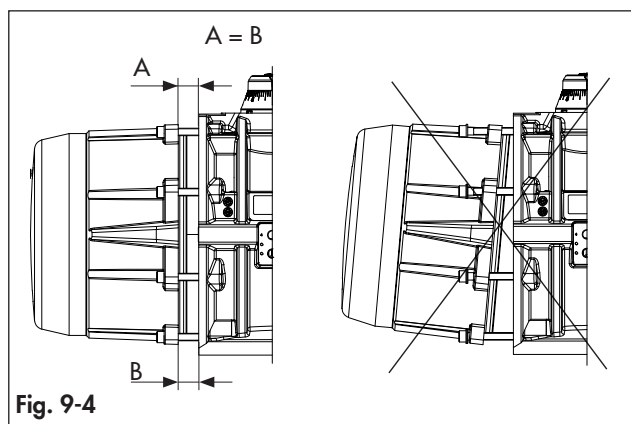
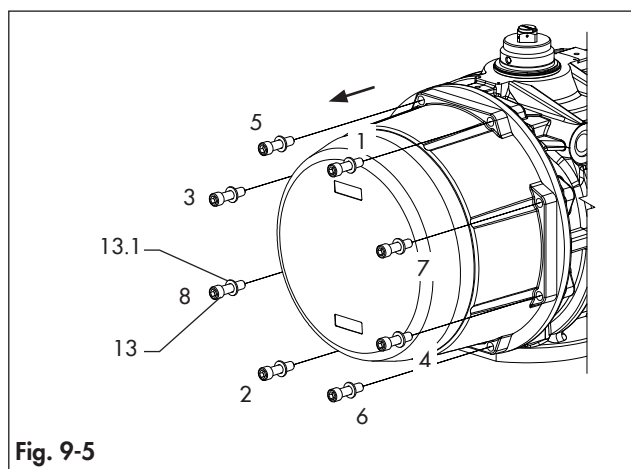
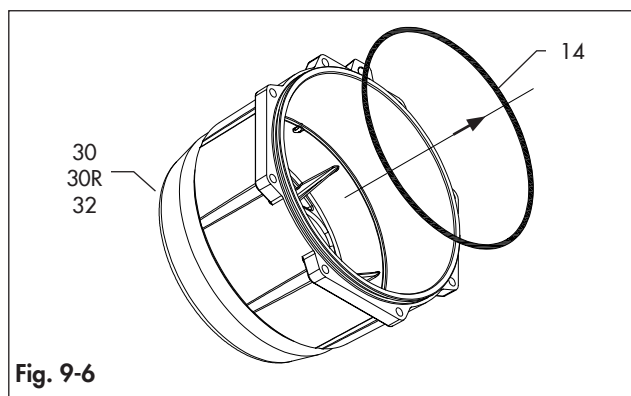

Fig. 9-4
Fig. 9-5
Fig. 9-6
Voir Fig. 9-1, Fig 9-4, Fig 9-5 et Fig. 9-6.
- Retirer les flasques comme indiqué à la Fig. 9-4 en maintenant une distance constante (A = B) entre le corps de l'actionneur et l'interface de la flasque.
- Respecter l'ordre indiqué dans la Fig. 9-5.
- Relâcher la compression des ressorts en dévissant partiellement chaque vis d'embout (13) 1 tour à la fois selon l'ordre indiqué à la Fig. 9-5 pour 4/5 tours.
- ➔ S'il y a encore de la force sur la flasque (30/30R/32) après avoir dévissé les vis d'embout (13) sur 4/5 il se peut que la cartouche à ressort soit endommagée ou que les pistons ne soient pas complètement fermés : arrêter le démontage et contactez AIR TORQUE.
- Dévisser complètement les vis d'embout (13) ou les rondelles (13.1) et les retirer.
- Retirer les cartouches à ressort (17).
- Retirer les joints toriques (14). (Fig. 9-6)
- Dévisser complètement les vis d'embout (13) ou les rondelles (13.1), conformément à l'ordre indiqué dans la Fig. 9-5.